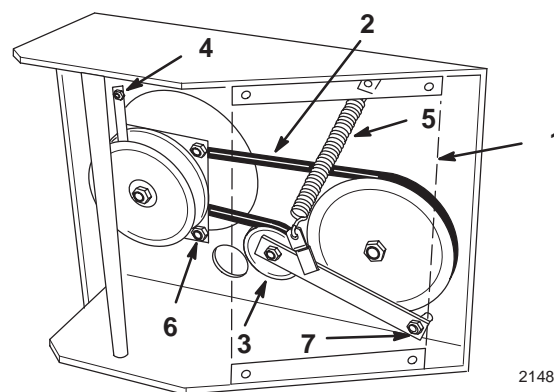

Figure 29
3. Retirer le boulon avant gauche de montage du moteur, qui fixe l'arrêt d'embrayage au châssis (Fig. 29). Décrocher l'arrêt de l'embrayage, et le déposer.
4. Décrocher le ressort de tension du côté du châssis (Fig. 29).
7. Serrer le boulon de pivot à 47-54 N.m (35-40 ft. lb). Rattacher le ressort de tension du bras de galet tendeur au côté du châssis (Fig. 29).
1. Pour régler l'embrayage, serrer ou desserrer les contre-écrous des goujons de bride (Fig. 29).